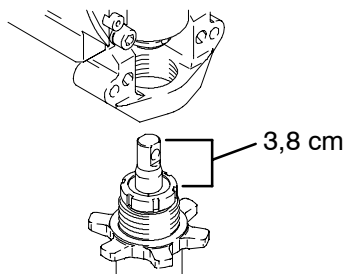

Fig. 18 7676B
1. Fig. 18. Extraiga el vástago del pistón 3,8 cm. Enrosque la bomba hasta que los orificios de la travesa del cojinete y del vástago del pistón queden alineados.